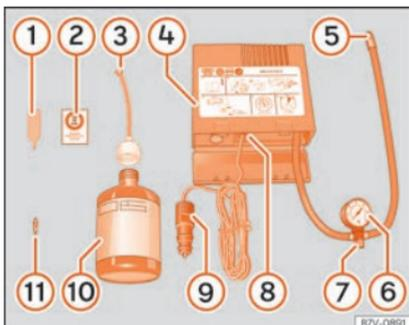

Fig. 84 Representación estándar: contenido del kit antipinchazos.
El kit antipinchazos se encuentra en el compartimento del maletero bajo el revestimiento del suelo. Incluye los siguientes componentes »» **fig. 84:**
Vuelva a enroscar el tubo de inflado »» **fig. 84** ⑤ y compruebe la presión en el manómetro ⑥.